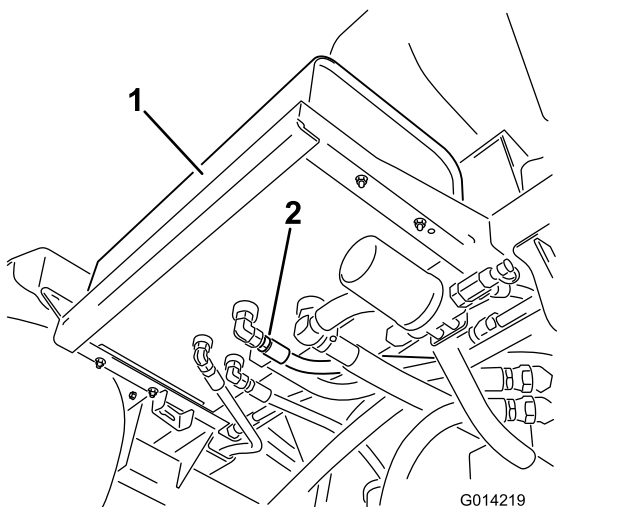

Рисунок 72
2. Очистите зону вокруг одного фитинга гидравлического шланга в нижней части гидравлического бака (Рисунок 72).
4. Снимите шланг с бака и дайте маслу стечь в поддон (Рисунок 72).